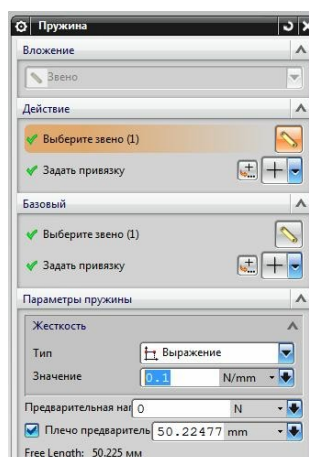

рис.7
- Диалоговое окно самой связи показано на рис.7. Обратите внимание на параметры самой пружины. Это диалоговое окно из версии NX 8.5. В этом окне обратите внимание на поля: *Предварительная нагрузка*, *Плечо предварительное*, и *Free Length*.
➤Предварительную нагрузку пружины в ньютонах можно задать в поле *Предварительная нагрузка*. Фактически это означает предварительное растяжение или сжатие пружины. И тогда в соответствии с ранее указанной жесткостью пружины система рассчитает её растянутую или сжатую длину в начальном состоянии, и покажет эту длину в поле *Free Length*. Если вы зададите предварительную нагрузку пружины в 0Н, то цифры в окошке *Плечо предварительное*, и значение *Free Length* окажутся одинаковыми (рис.7а).
рис.7а
- Указание точек крепления пружины – самое обычное. Задается деталь, и точка крепления (точка привязки). Не обращайтесь особого внимания на то, что в диалоговом окне (рис.7) одна точка крепления описывается в поле *Действие*, а вторая точка крепления – в поле *Базовый*. Обе точки крепления пружины можно считать равноправными.